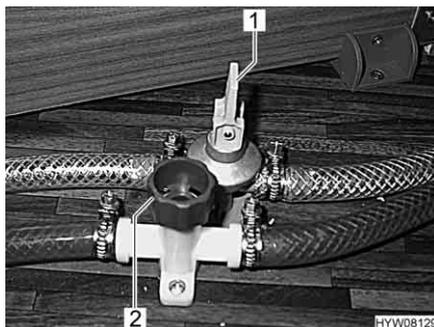

Fig. 123 Rubinetti di scarico
- Chiudere i rubinetti di scarico. Ruotare i coperchi (Fig. 123,2) in senso orario e posizionare la leva a bilanciere (Fig. 123,1) in posizione orizzontale.
- Aprire i rubinetti di scarico (Fig. 123). Posizionare la leva a bilanciere (Fig. 123,1) verticalmente e ruotare il tappo (Fig. 123,2) in senso antiorario. Il boiler viene svuotato verso l'esterno tramite i rubinetti di scarico.